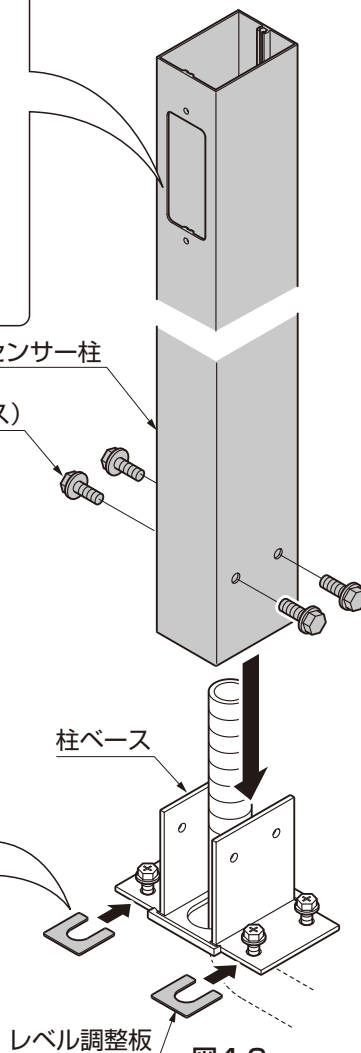

図4-6
- ③センサー柱を柱ベースに差し込んで【3-3】でしっかりと固定してください。(図4-6参照)